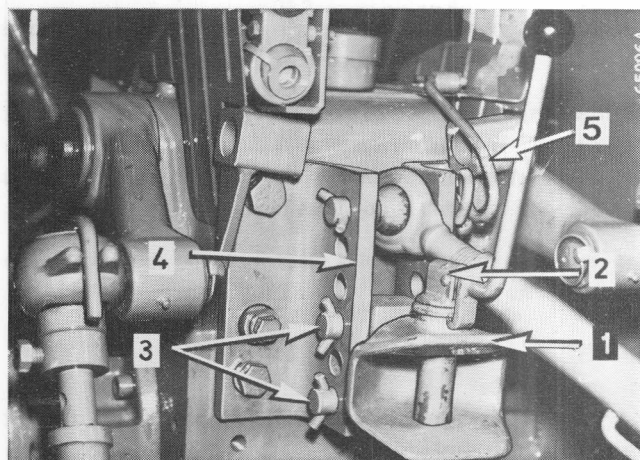

Figure 37a
La chape d'attelage (1) Fig. 37a se règle en hauteur. Pour ce faire, otez les chevilles transversales (3) et réglez la chape (1) dans les trous du support à la hauteur désirée puis remettez les chevilles (3) en place. Fixez les chevilles (3) à l'aide des clavettes.